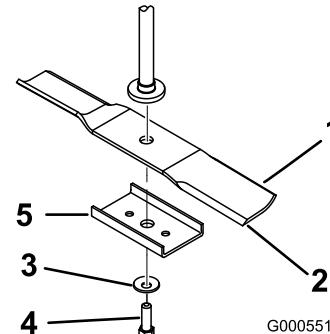

Figure 45
Tenez la lame par son extrémité avec un chiffon ou un gant épais. Enlevez de l'axe le boulon, la rondelle bombée, le renfort et la lame de l'axe (Figure 45).
1. Placez la lame sur l'axe (Figure 45).
2. Montez le renfort, la rondelle bombée (face concave vers la lame) et le boulon de lame (Figure 45).